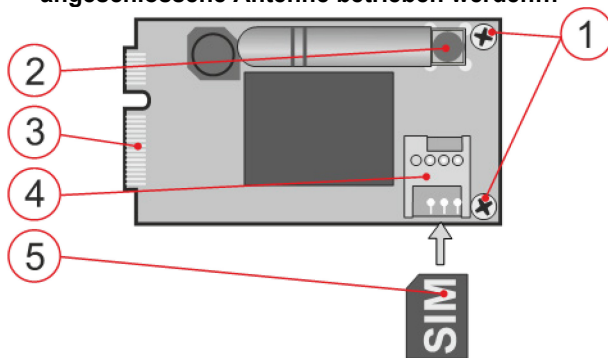

Abb. 1: Das Kommunikationsmodul JA-194Y
- Die SIM-Karte (5) in den SIM-Kartensteckplatz (4) einlegen.**
- Führen Sie die GSM-Platine in den dafür vorgesehenen Steckplatz auf der Hauptplatine ein und befestigen Sie das Modul anschließend mit den beiden Schrauben (1).
- Montieren Sie die GSM-Antenne** an den Anschluss (2) des Moduls (im Lieferumfang vom JA-194Y-LITE enthalten). Beachten Sie bei der Installation der Antenne die in Abb. 1 gezeigte Ausrichtung.